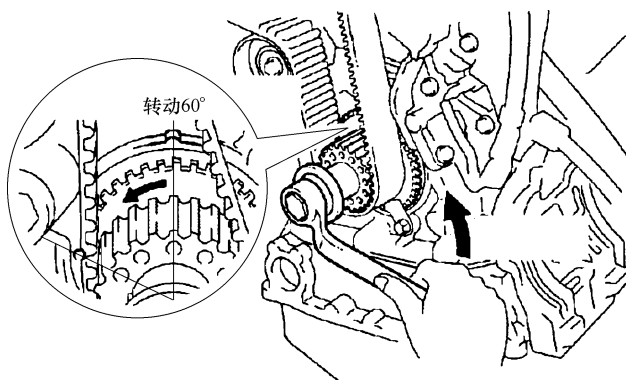

图 24-12 转动曲轴 60°
⑥ 如图 24-12 所示，转动曲轴 60°，将 1 缸设置在上止点前 60°位置。